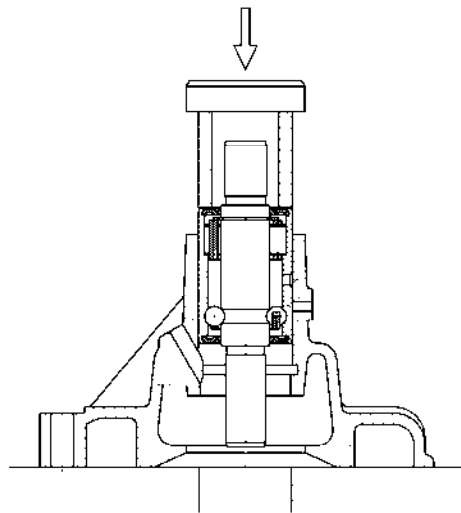

Abb. 93. Lagerpressung mit Rolle
- mit einem Dorn das Lager mit dem Rollenpaket in das Gehäuse einpressen so dass der Sitz des Halters auf dem Lagerring mit der Bohrung im Pumpengehäuse übereinstimmt (Abb. 93);